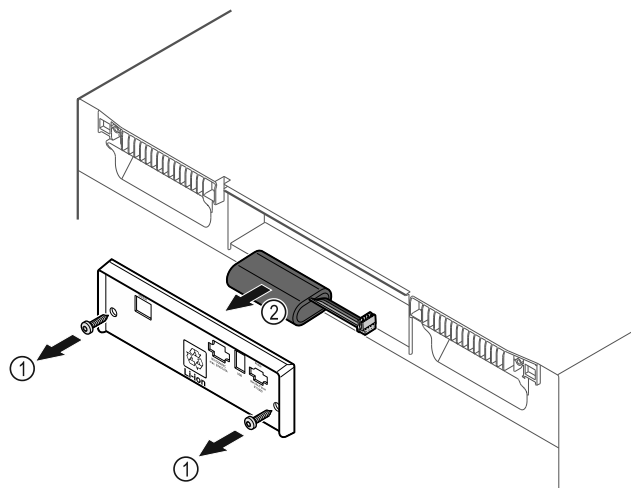

Fig. 186
- ▶ Svitare le viti e rimuovere il coperchio sul retro dell'apparecchiatura Fig. 186 (1).
- ▶ Scollegare e rimuovere la batteria Fig. 186 (2).